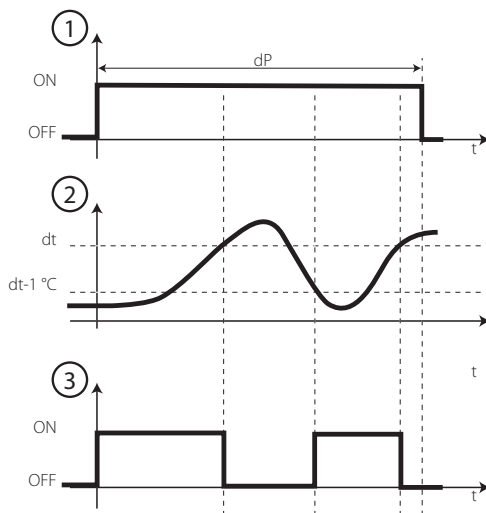

图4.g
- 通过时间与温度控制(仅对于加热器除霜)：对于一个可编辑的时间，除霜输出仅当温度低于除霜中止的阈值时才被激活，从而确保了节能和更极端情况下的蒸发器除霜 (参考图4.g)。